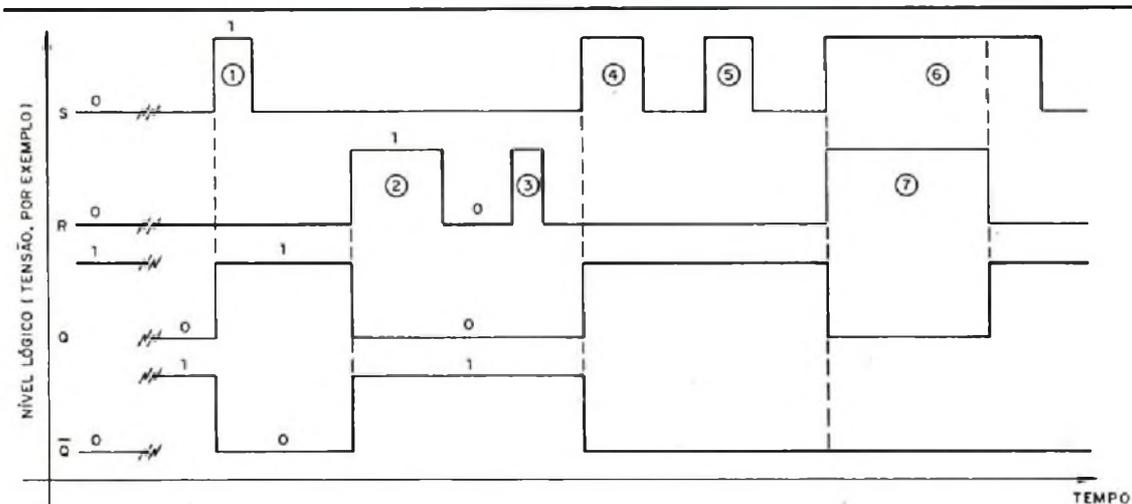

Figura 19 – Diagrama em fases para o “flip-flop” mostrado na figura 14.
Na figura 19 se mostra o “diagrama de tempos”, ou “diagrama em fase”, do circuito do “flip-flop” em estudo, onde se indicam os estados das saídas Q e \bar{Q} ao variar as entradas R e S. Logo de início é mostrada a indefinição apresentada na primeira linha da tabela acima no que tange às saídas Q e \bar{Q} do bi-estável; o primeiro pulso (pulso ①) estabelece o circuito e as suas saídas comutam, invertendo os respectivos níveis lógicos; o pulso ② aplicado à entrada “reset” recicla o circuito e as suas saídas passam a apresentar o mesmo nível lógico que tinham antes da aplicação do pulso ① na entrada “set”. O pulso subsequente aplicado à entrada R (pulso ③ – figura 19) é ignorado, pois o “flip-flop” já se encontrava reciclado; algo semelhante ocorre com o pulso ⑤ aplicado à entrada S após o pulso de disparo ④: o nível lógico das saídas permanece inalterado – notar que o pulso ④ havia estabelecido o circuito.